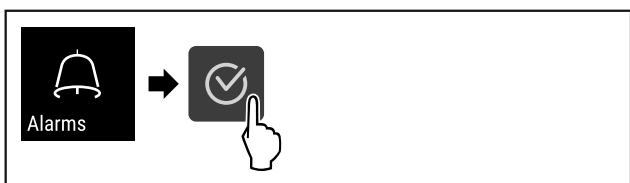

Fig. 130
- ▶ Εκτελέστε τα βήματα ενεργειών (βλέπε Fig. 130).